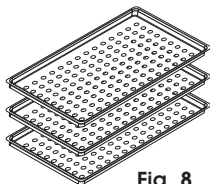
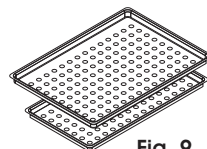

Fig. 8
Fig. 9
- 15▶ BANDEJAS** - São fornecidas 2 bandejas para AT112 (Fig. 9) e 3 para AT121 (Fig. 8), que servem para manter os materiais a serem esterilizados fora do contato direto com a água e as paredes internas da câmara da autoclave;